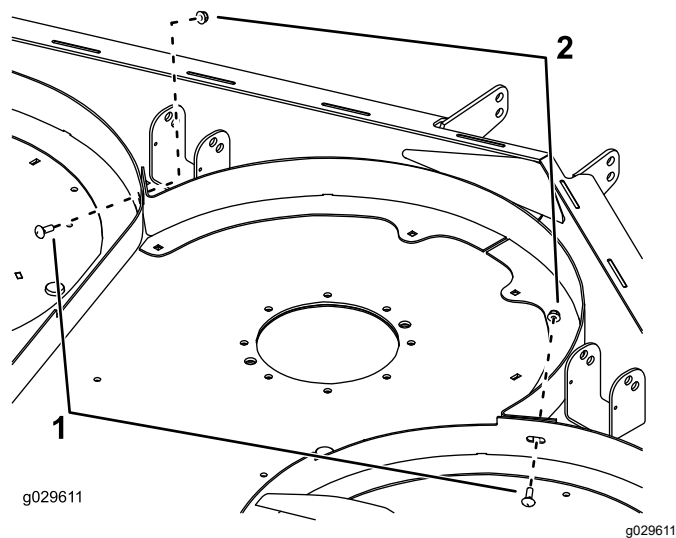

図 9
2. 左右のチェンバを中央のチェンバに仮止めるキャリッジボルト5/16 x 3/4 インチ 2本とナット5/16 インチ2個を使用する 図 9。